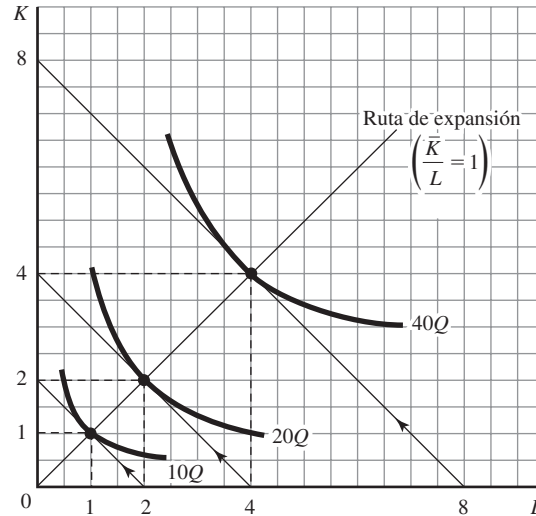

Figura 7-26
- b) En la figura 7-26 se muestran la ruta de expansión y las isocuantas hipotéticas para $Q = 10$, $Q = 20$ y $Q = 40$. Observe que la ruta de expansión es una recta que pasa por el origen y que las isocuantas son equidistantes y con pendientes iguales a lo largo de cualquier rayo o isoclina que parta del origen.